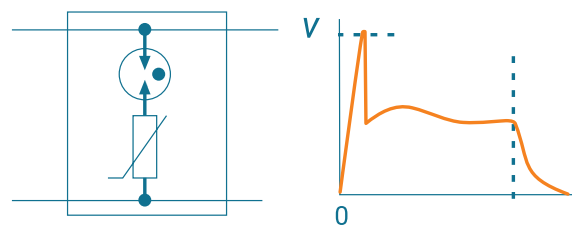

Рис. 4. Форма импульса напряжения при срабатывании УЗИП комбинированного типа
- УЗИП комбинированного типа содержит элементы как коммутирующего типа, так и ограничивающего напряжение типа, которые могут коммутировать и ограничивать напряжение или могут выполнять обе функции в зависимости от приложенного напряжения (рис. 4).